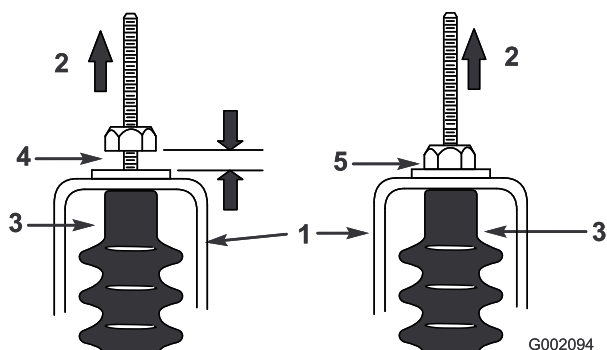

Figura 36
- Puxe cada cabo de mudanças para se certificar de que existe folga de 0,76 - 1,5 mm entre a porca/anilha e o suporte neutro (Figura 36). Se não existir folga, ajuste as porcas para alcançar uma folga de 0,76 - 1,5 mm.